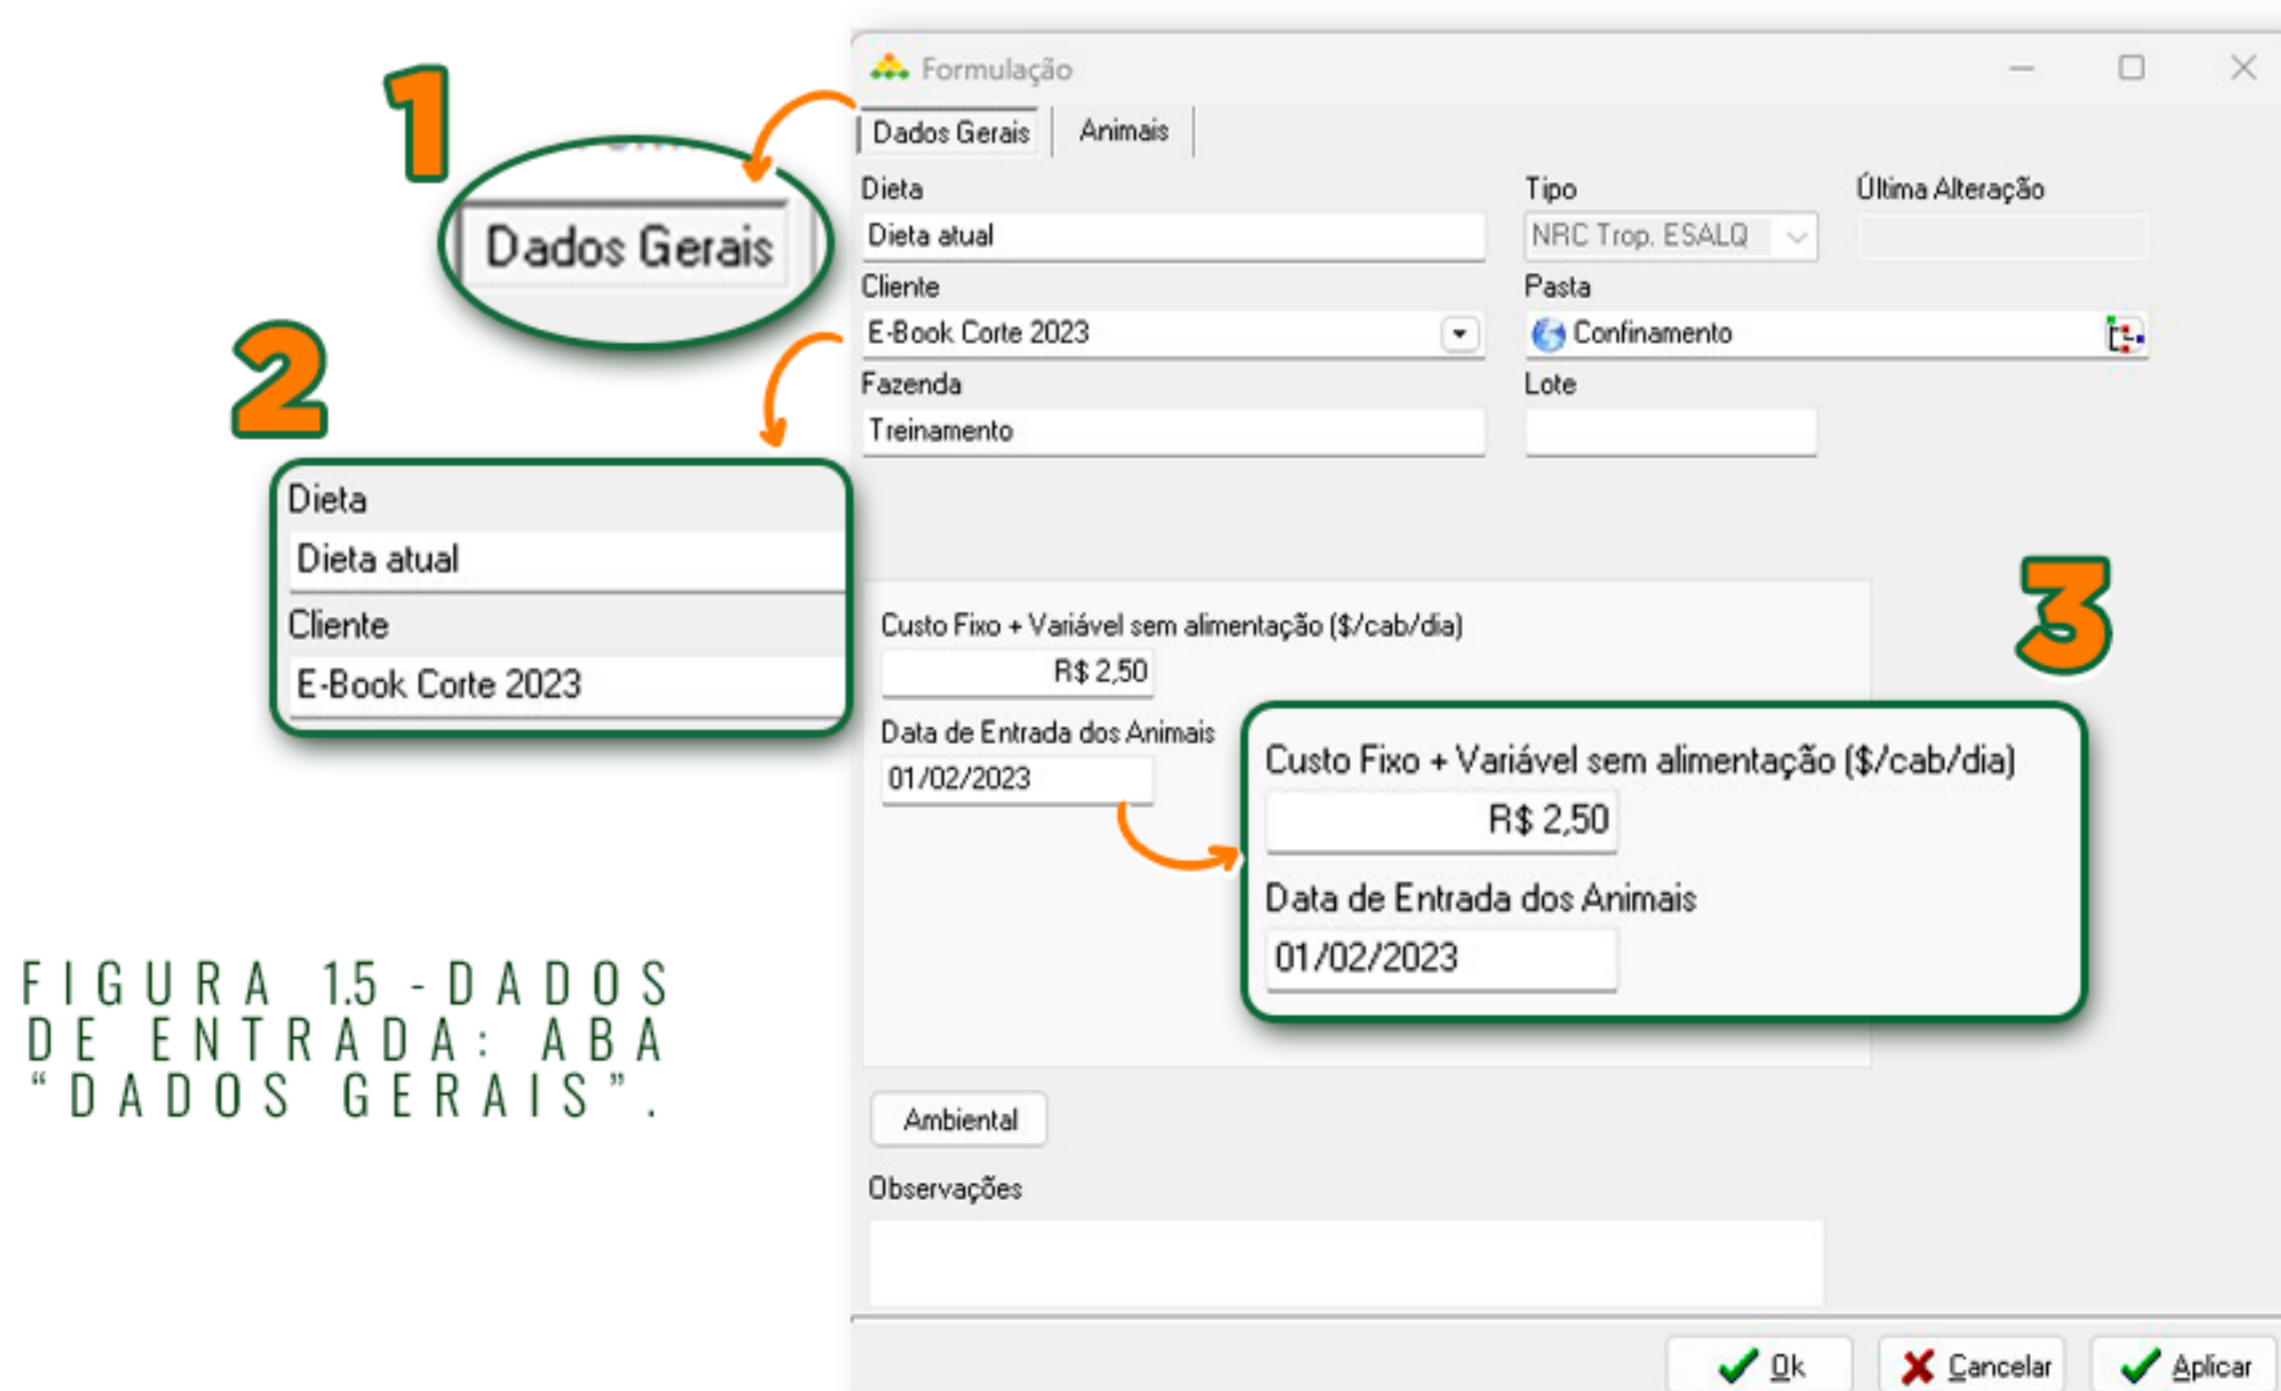
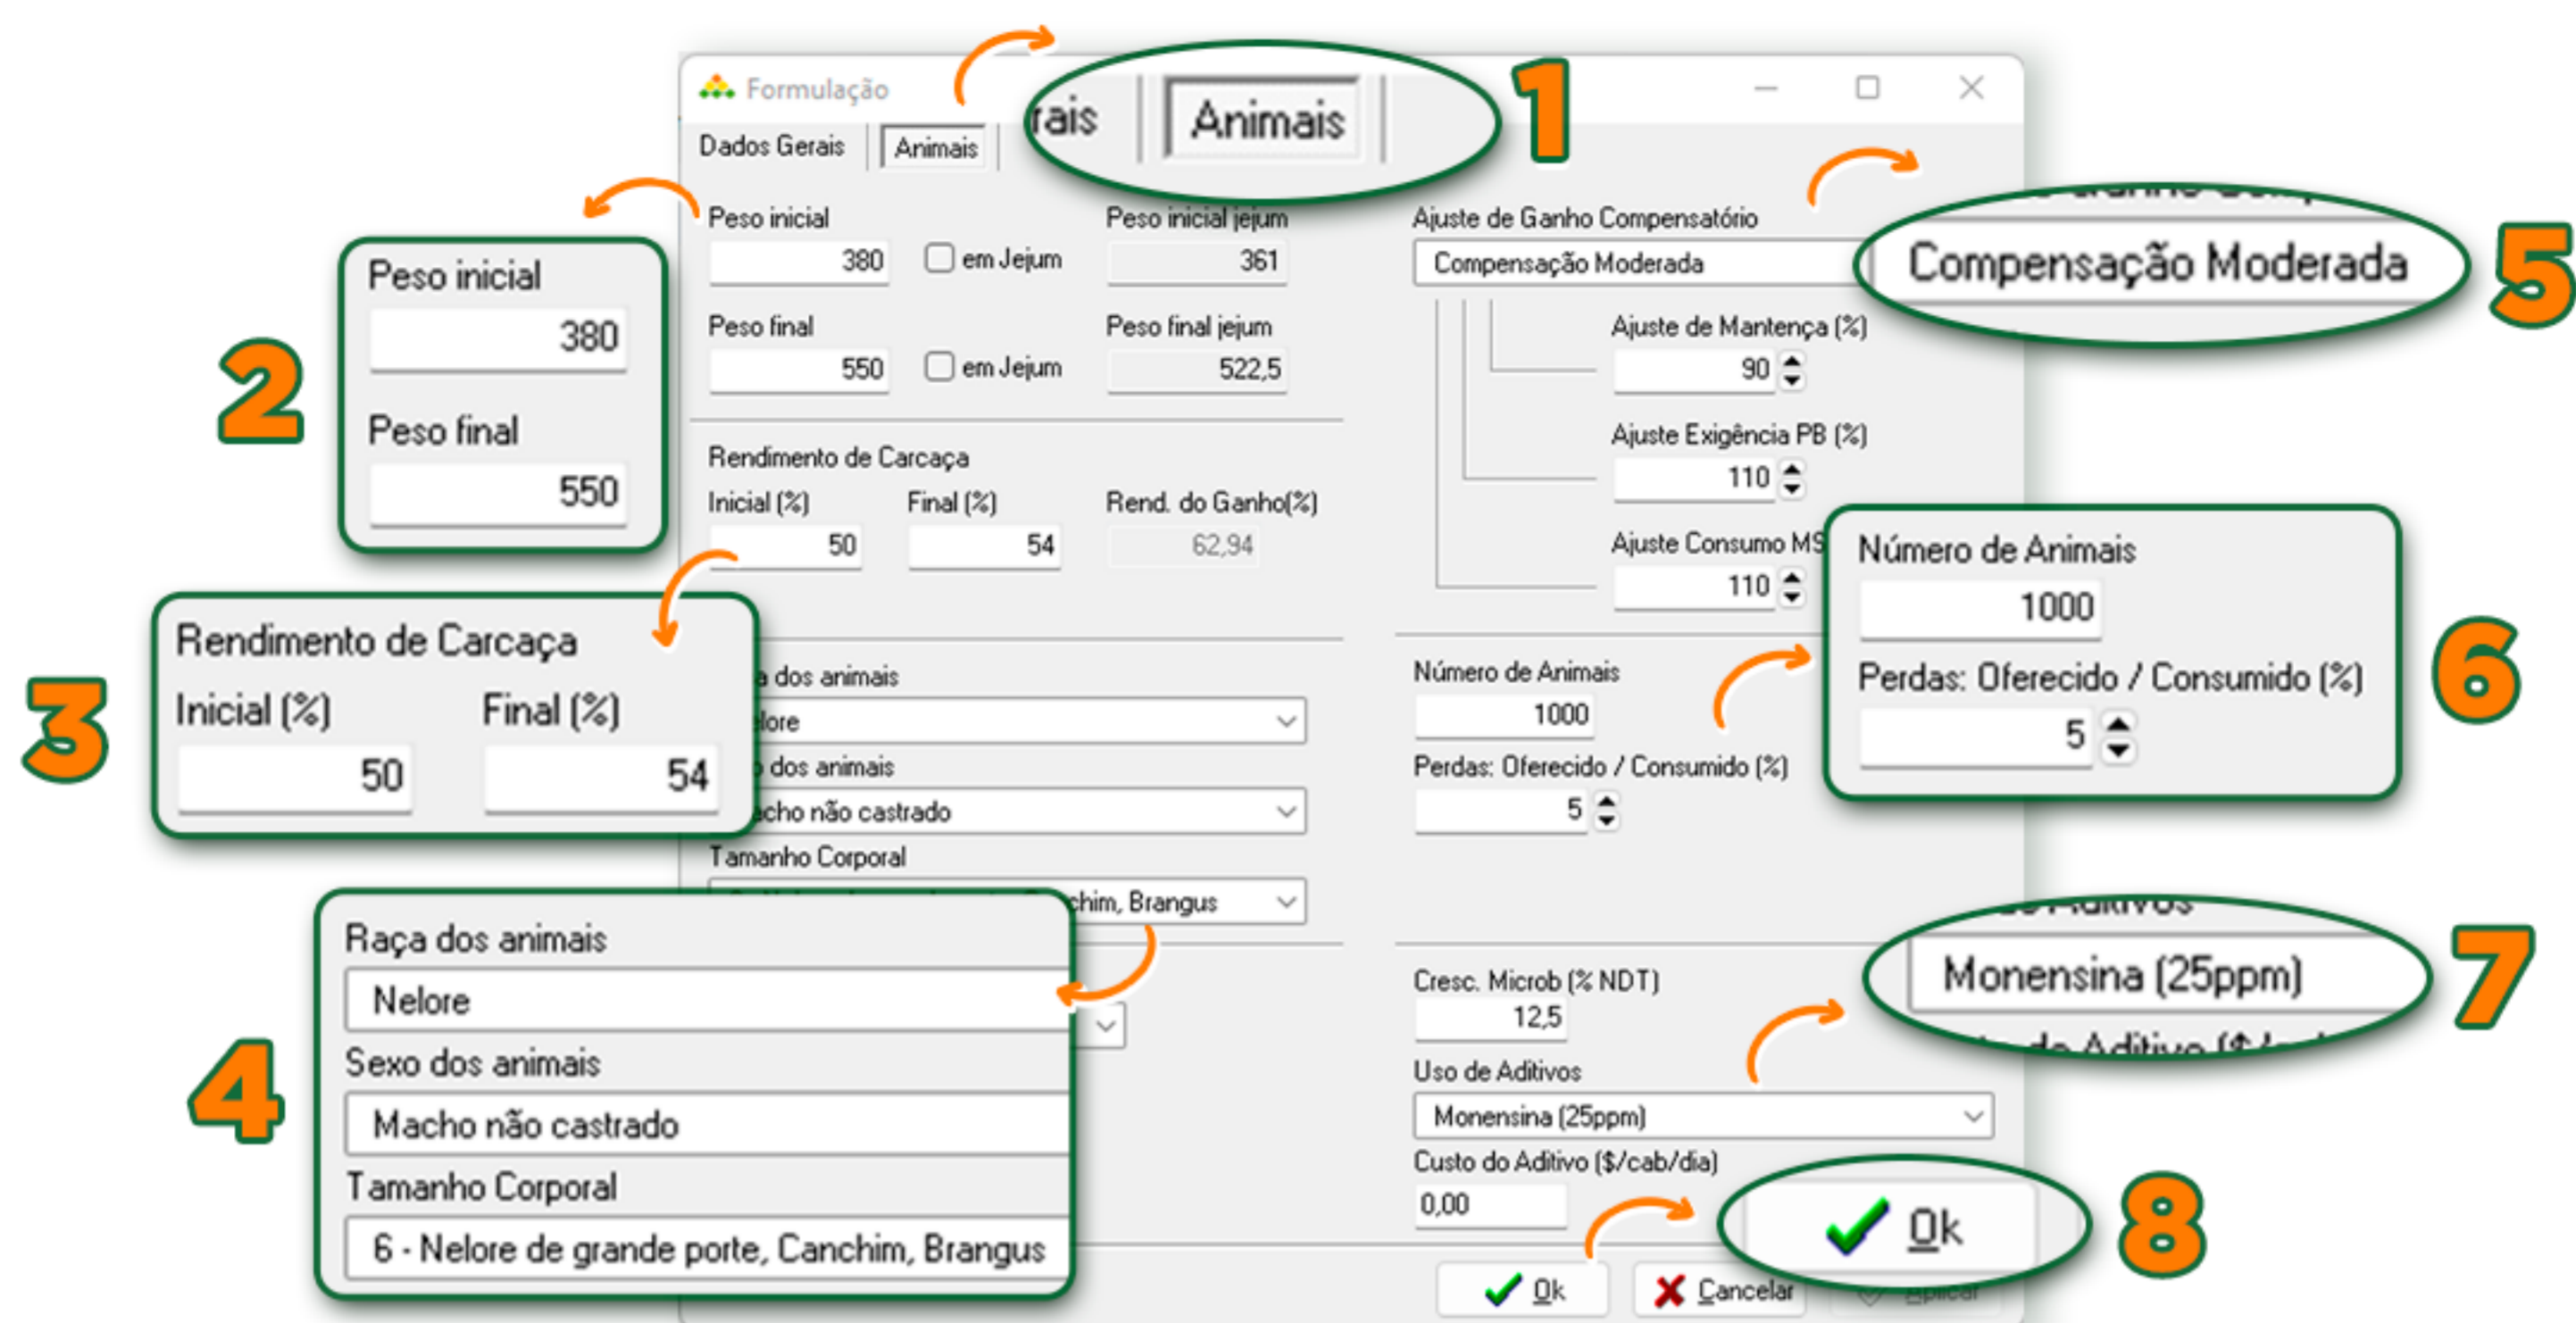

FIGURA 1.5 - DADOS DE ENTRADA: ABA “DADOS GERAIS”.
FIGURA 1.6 - DADOS DE ENTRADA: ABA "ANIMAIS"
Em seguida, aparecerá uma janela na qual serão inseridos os dados de entrada. Preencha as duas abas, Dados Gerais (Figura 1.5) e Animais (Figura 1.6), conforme ilustrado abaixo.
Na Figura 1.6, com base nas informações do peso vivo inicial e final (2), bem como rendimento de carcaça inicial e final, é calculado o Rendimento do Ganho (RG) de acordo com a Equação 1.